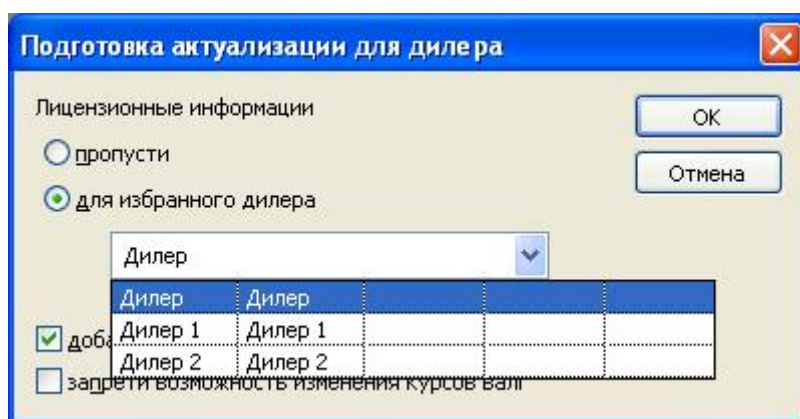

Рисунок 52. Подготовка актуализации
- **Подготовка актуализации** (рис. 52) – параметр создает файл „Дилеру.....”. Он актуализирует базу данных дилера или дилеров. Такой файл можно создать для всех дилеров или для избранного дилера и приложить (или нет) информацию о наценках (если информация о наценках не будет вложена, создастся файл, актуализирующий базу дилера без наценок, установленных в программе **Окна – Параметры -> Установки -> Параметры определения цены по умолчанию**).